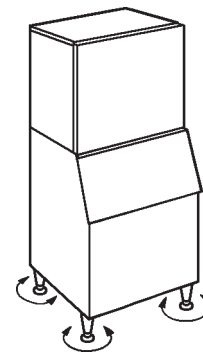

Fig. 4
- 7) Regolare le quattro gambe al fondo (regolabile da 0 a 25,4 mm) così che il fabbricatore di ghiaccio sia perfettamente orizzontale. Usare la livella a bolla d'aria. Ved. Fig. 4.